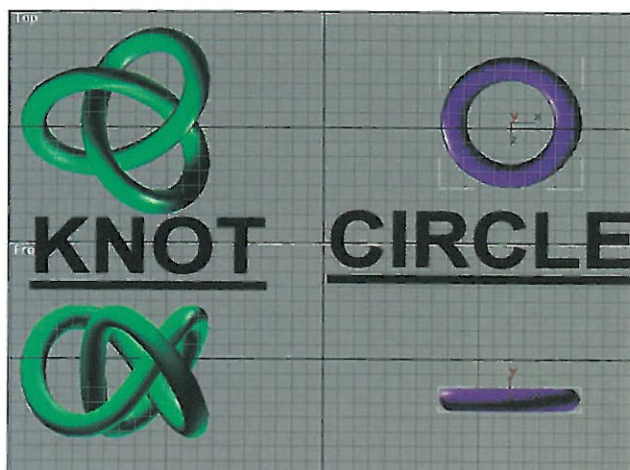

Figura 8. Podemos convertir un "Torus Knot" en un "Torus Circle" modificando sus valores P y Q pero nunca podremos hacerlo a la inversa.
- *Knot* o *Circle*: son los dos tipos de piezas que podemos crear. *Knot* crea una especie de nudo elaborado a base de *Torus* y *Circle* sirve para modelar un auténtico *Torus* (como un donut) pero con propiedades muy especiales tal y como veremos más adelante (figura 8).